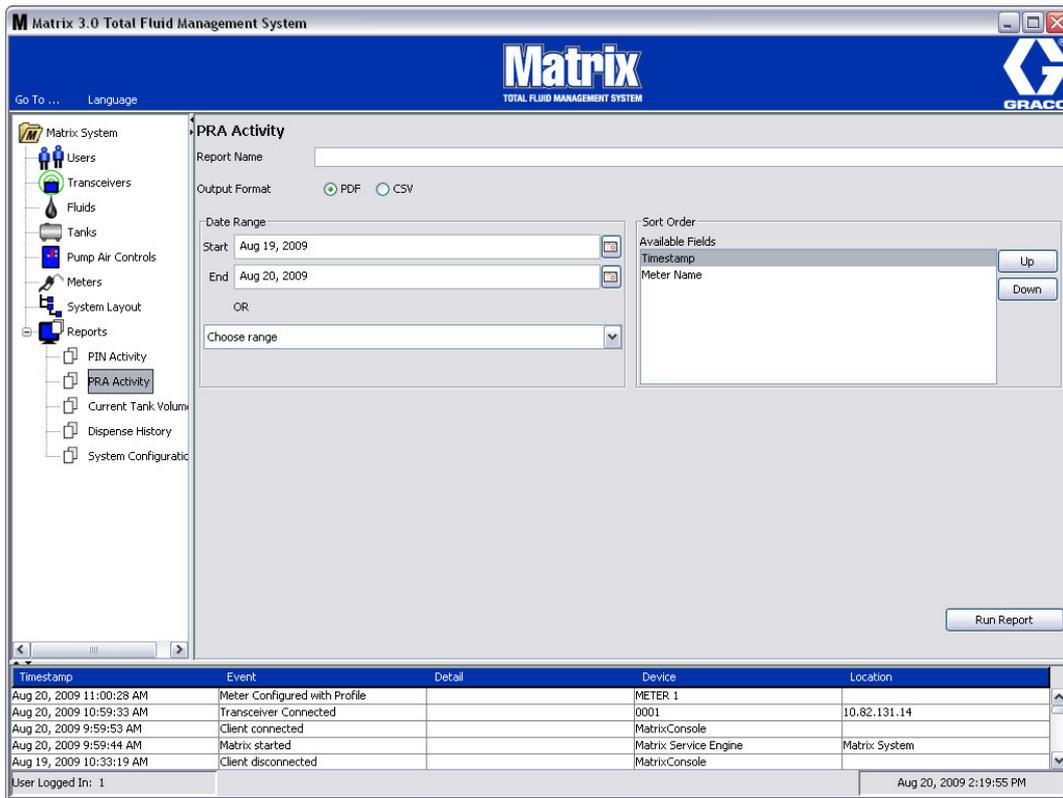

ABB. 103
• TLA-Aktivitätsansicht (ABB. 103)